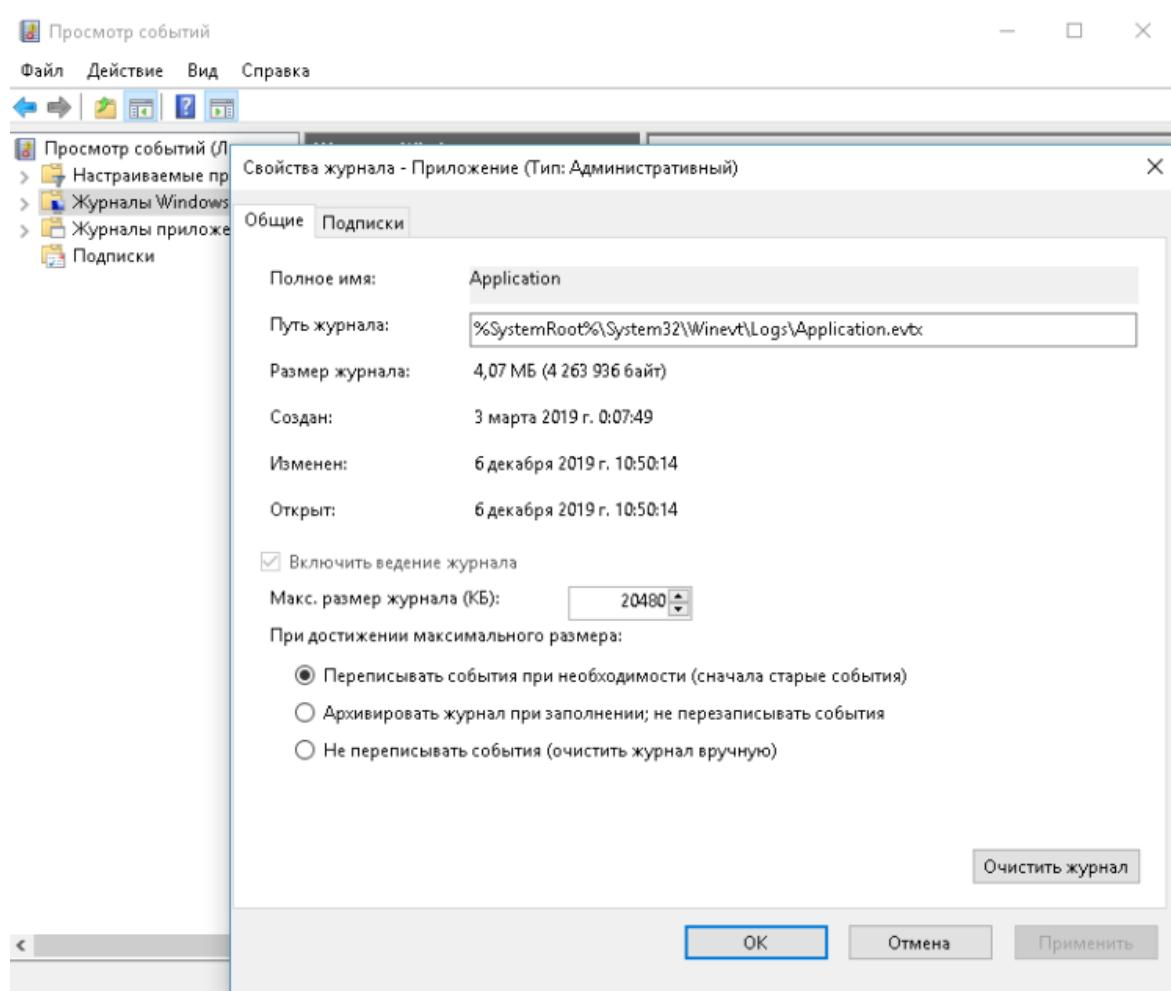

Рисунок 3.7.2 - Изменение параметров Журнала приложений
- 1 Изменить параметры Журнала приложений системного журнала ОС (в контекстном меню **Пуск / Просмотр событий** → **Журналы Windows / Система** / меню **Действие / Свойства** в открывшемся окне вкладка **Общие**). Следует увеличить максимальный размер журнала и установить «**Переписывать события при необходимости**» (рисунок 3.7.2).